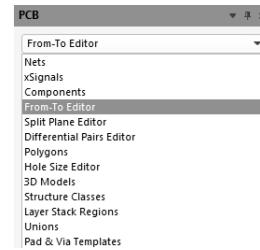

图 10-119 调出 From To 编辑器
(1) 在 PCB 设计交互界面的右下角执行命令“Panels-PCB”，选择“From-To Editor”，调出 From To 编辑器，如图 10-119 所示。